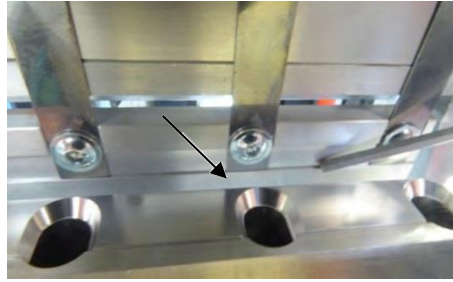

Bild 33: Justering underkant
- Se till att knivarna är kant i kant med underkanten (bild 33)